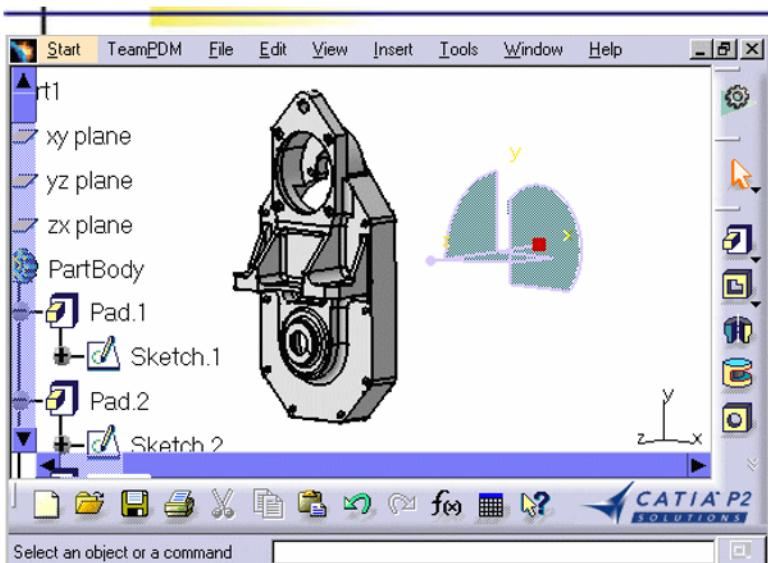

Fig.34. Afisarea pe ecran a unei piese anterior creata în CATIA V5
- Se selectează piesă care se dorește deschisă, aceasta fiind afisată pe ecranul de lucru (fig.34).